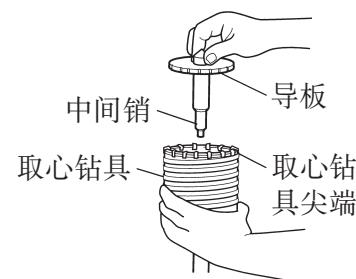

图 15
### (4) 将导板的凹陷部配套于取心钻具尖端。导板左、右转动而使凹陷部位置移动。这时候，即使钻具朝下导板也不会滑脱。(图15)